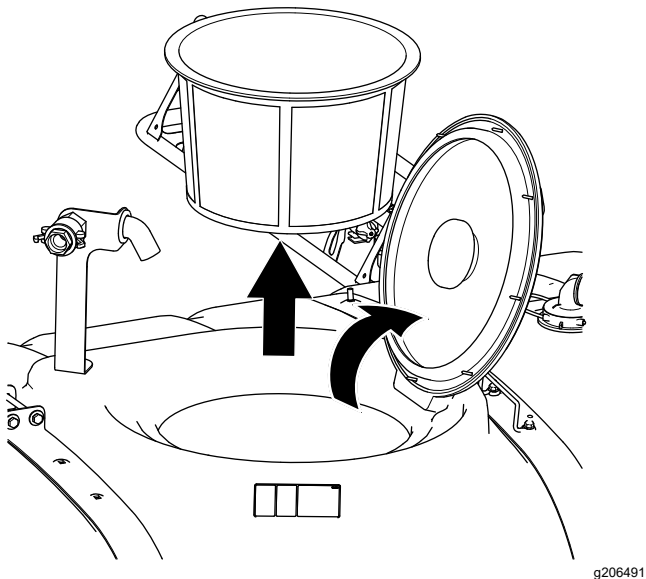

Figure 16
1. Ouvrez le couvercle de la cuve et déposez le filtre panier (Figure 16).